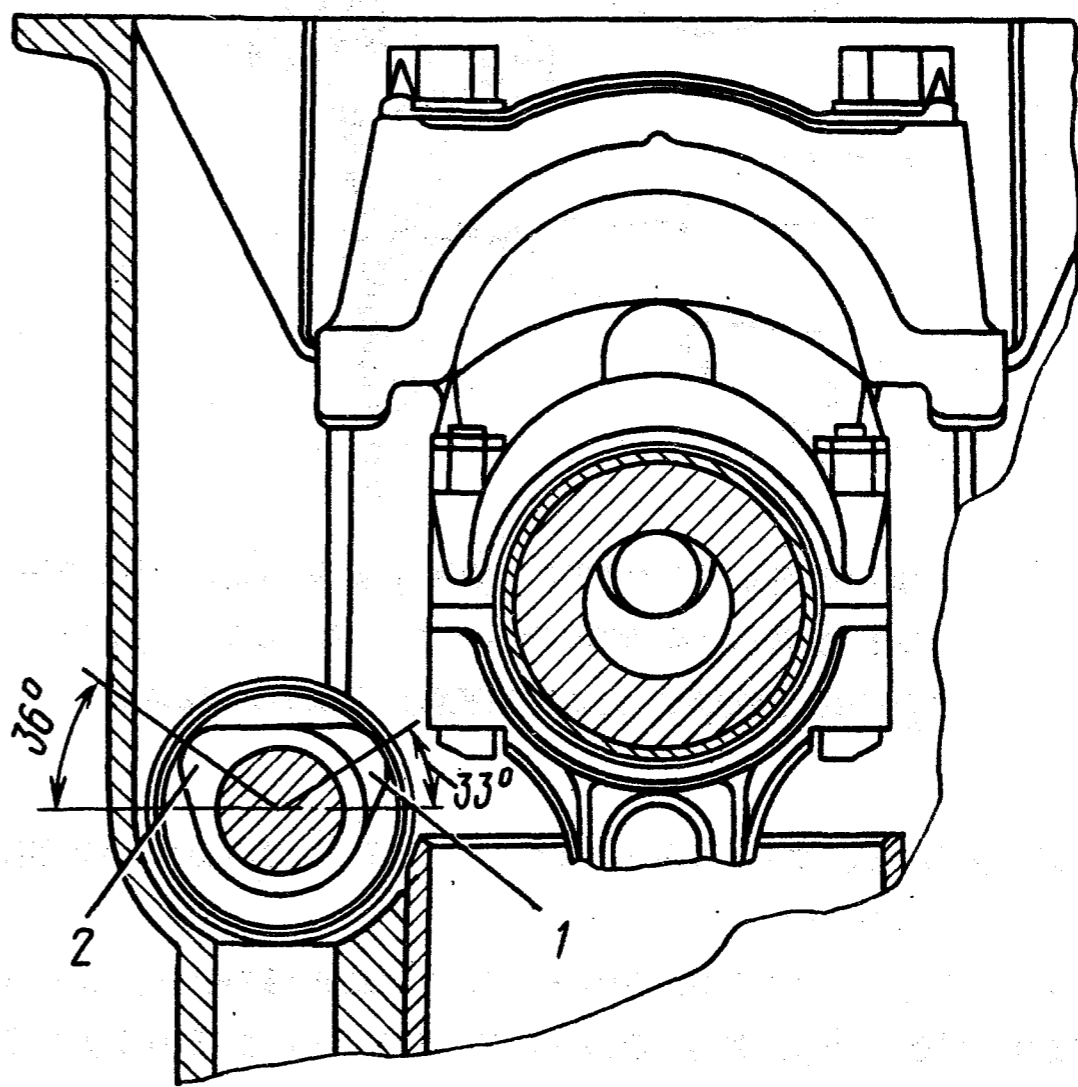

Рис. 66. Положение кулачков распределительного вала первого цилиндра при установке привода распределителя зажигания: I - кулачок впускной; 2 - кулачок выпускной
- поворачивая коленчатый вал, совместить метку в.м.т. на обode шкива коленчатого вала с указателем на крышке распределительных шестерен (см. рис. 10). Кулачки распределительного вала, приводящие в действие клапаны первого цилиндра, должны быть при этом направлены вершинами в противоположную от толкателей сторону (в сторону масляного картера) и расположены симметрично, как показано на рис. 66;